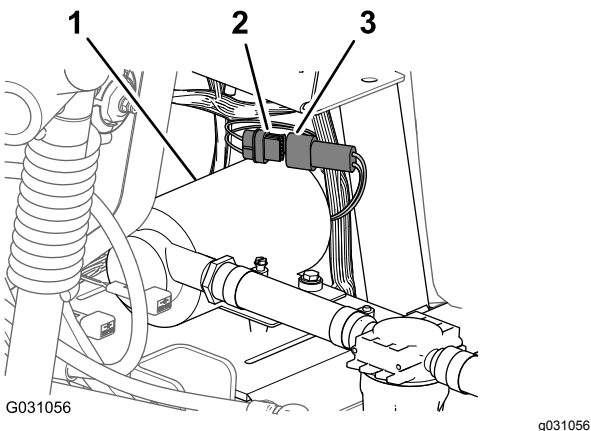

Figura 147
1. Ligue o conector de 6 pinos da cablagem da bomba de lavagem do conector de 6 tomadas da cablagem traseira principal (Figura 147).